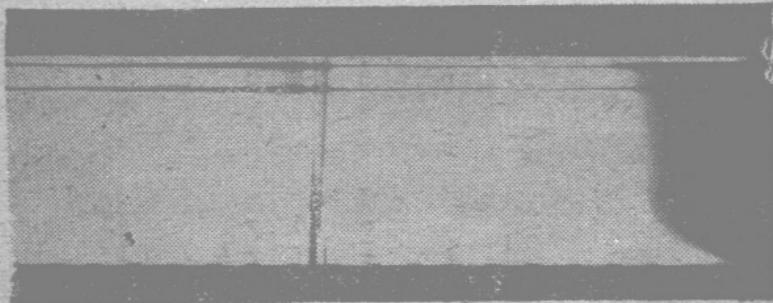

图 4
4. 摄影或录音时，使用的装片暗盒与机器连接处不严密，在机器开动时，距片头或片尾的1—2呎处有横线跑光(图4)。收片暗盒的跑光在镜头的尾部，供片暗盒的跑光在镜头的头部。